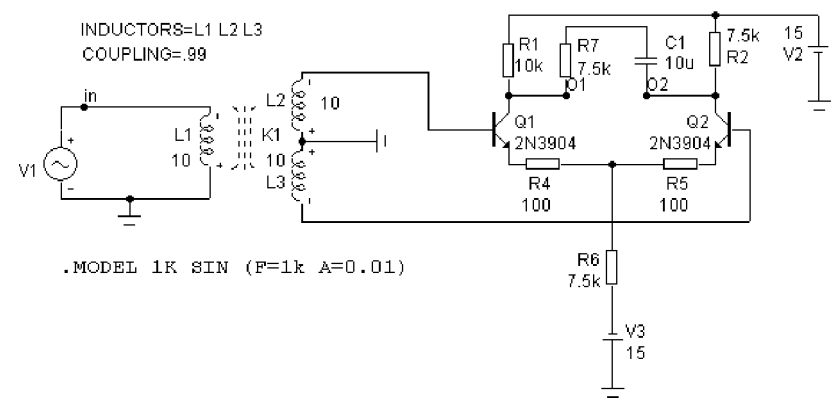

Рис. 3. Дифференциальный каскод с подключённой к выходным зажимам RC-цепочкой
4. Добавить цепь R7 C1 на выход схемы для устранения постоянной составляющей выходного сигнала (рис.3).